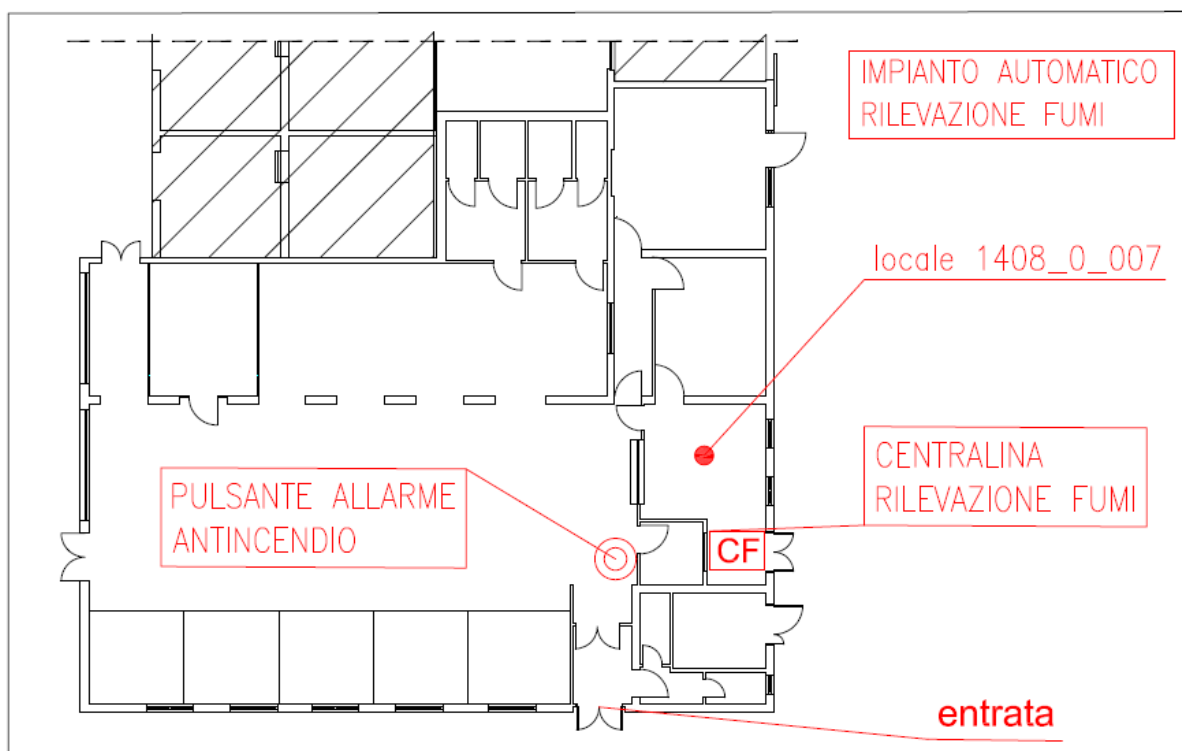

Figura 1. Impianti gestione emergenze.
La struttura è dotata di un sistema di allarme automatico per la rilevazione e segnalazione di incendi. L'impianto è costituito da una centrale di comando ubicata nel locale 1408\_0\_007 (vedi p.to 3.3 – Figura 1), da rilevatori di fumo (nei locali previsti dalla norma), da pulsanti manuali e da una targa ottico/acustica posizionata all'interno della sala lettura.
- effettua la chiamata ai **Vigili del Fuoco (115)** e se necessario **dell'autoambulanza (118)**;
- ordina l'evacuazione dell'edificio (suono delle targhe ottico/acustiche) premendo il pulsante "allarme incendio" posizionato nella sala lettura (vedi p.to 3.3 – Figura 1);
Al suono alternato delle targhe, il Coordinatore e/o gli Addetti antincendio, verificano la causa che ha dato origine al segnale di allarme controllando nella centrale di comando la zona in emergenza (vedi p.to 3.3 – Figura 1).
- **Ordinano l'evacuazione** dell'edificio (suono delle targhe ottico/acustiche) premendo il pulsante "allarme incendio" posizionato nella sala lettura (vedi p.to 3.3 – Figura 1);
- **Effettuano la chiamata ai Vigili del Fuoco (115) e se necessario al pronto soccorso (118)**; dopo il "pronto" dell'operatore, notificano la situazione d'emergenza indicando nell'ordine: